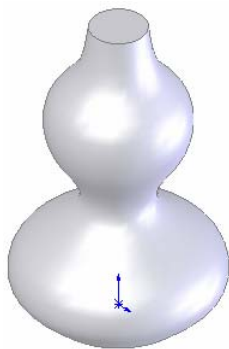

图 4-70 葫芦
以绘制如图 4-70 所示的葫芦为例，说明带引导线的扫描特征的操作步骤：
- ⑩ 确认扫描特征。单击“扫描”属性管理器中的“确定”图标按钮, 扫描特征完毕，结果如图 4-70 所示。